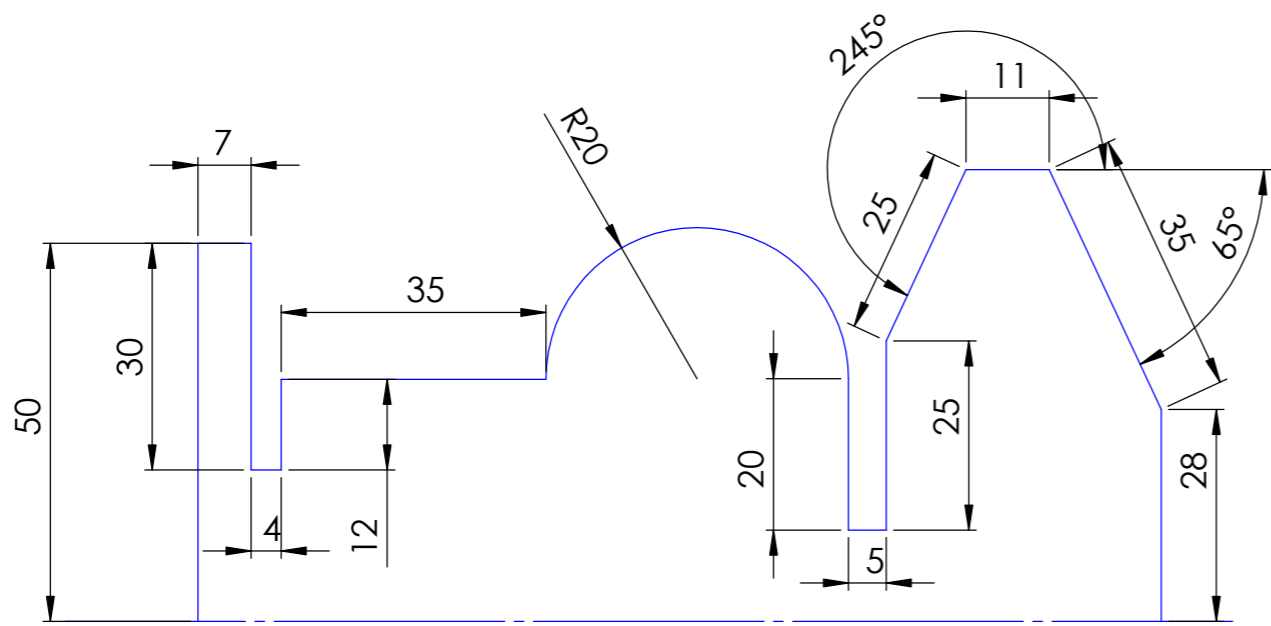

figure 2
- **Extrusion** pour les figures 2 et 3.